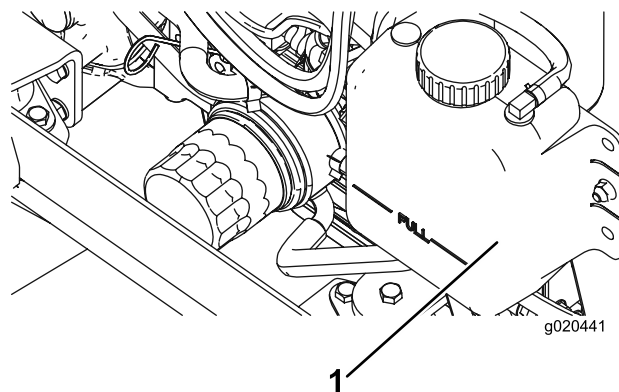

Рисунок 111
1. Осторожно снимите крышку радиатора и крышку расширительного бачка (Рисунок 111).